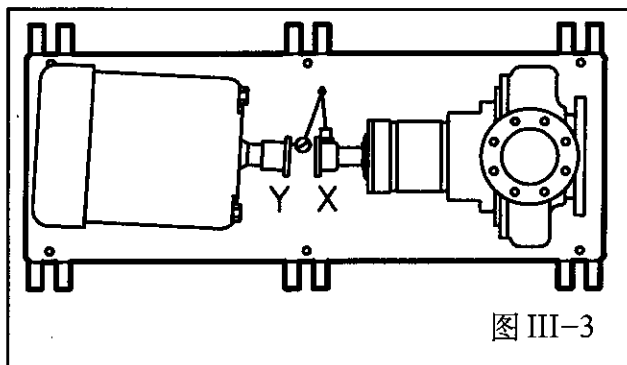

图 III-3
**正读** - 两联轴器盘在右侧比左侧偏离小, 通过向右移动电机轴端或向左移动电机另一端进行校中 (图 III-3)。